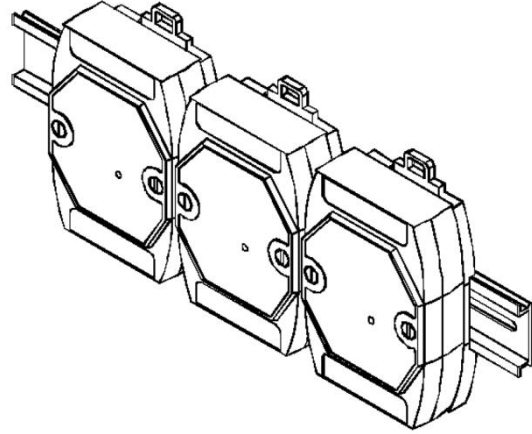

图 6
5、**安装说明：**DAM-3020 模块可方便的安装在 DIN 导轨、面板上（如图 5），还可以将它们堆叠在一起（如图 6），方便用户使用。信号连接可以通过使用插入式螺丝端子，便于安装、更改和维护。